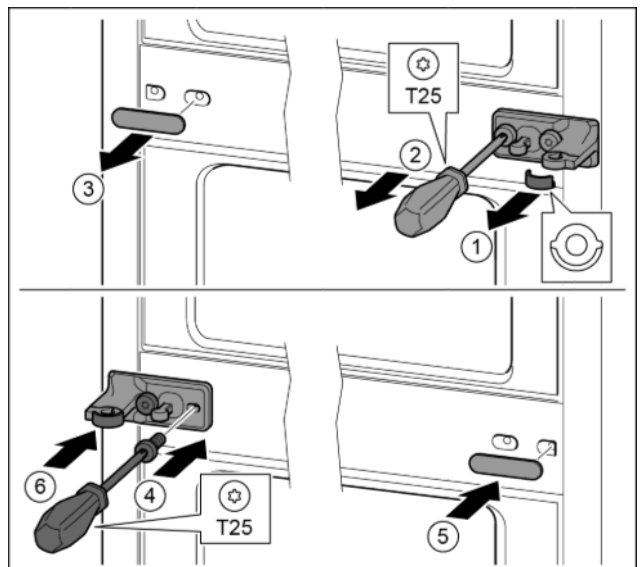

Fig. 30
- ▶ Снять шайбу. Fig. 30 (1)
- ▶ Выкрутить винты отверткой T25. Fig. 30 (2)
- ▶ Осторожно снять крышку. Fig. 30 (3)
- ▶ Плотно прикрутить опорный кронштейн с подкладкой с поворотом на 180° с другой стороны. Fig. 30 (4)
- ▶ Установить крышку с поворотом на 180° с другой стороны. Fig. 30 (5)
- ▶ Спереди надвинуть шайбу. Fig. 30 (6)